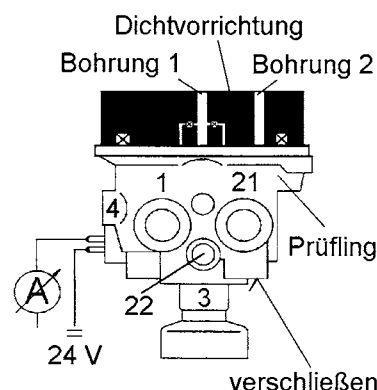

Abb. 2
- Den Trockenmittelbehälter vom Lufttrocknergehäuse abschrauben, durch die Dichtvorrichtung 899 709 113 2 ersetzen und mit einem Drehmoment von  $M = 15 + 2 \text{ Nm}$  anziehen. Die Bohrung 2 an der Dichtvorrichtung verschließen (siehe Abb. 2).